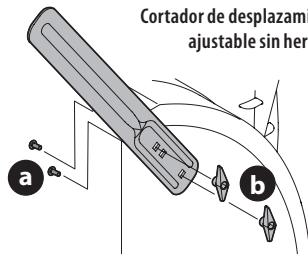

Figura 44
1. Retire los dos pernos del carro (a) y las tuercas de mariposa (b) que sujetan cada cortador de desplazamiento de nieve y retírelos de los lados de la caja de la barra de nieve (Figura 44).
2. Gire los cortadores de desplazamiento de nieve y posícionélos según se muestra en la Figura 44 hacia el exterior de la caja de la barra de nieve.